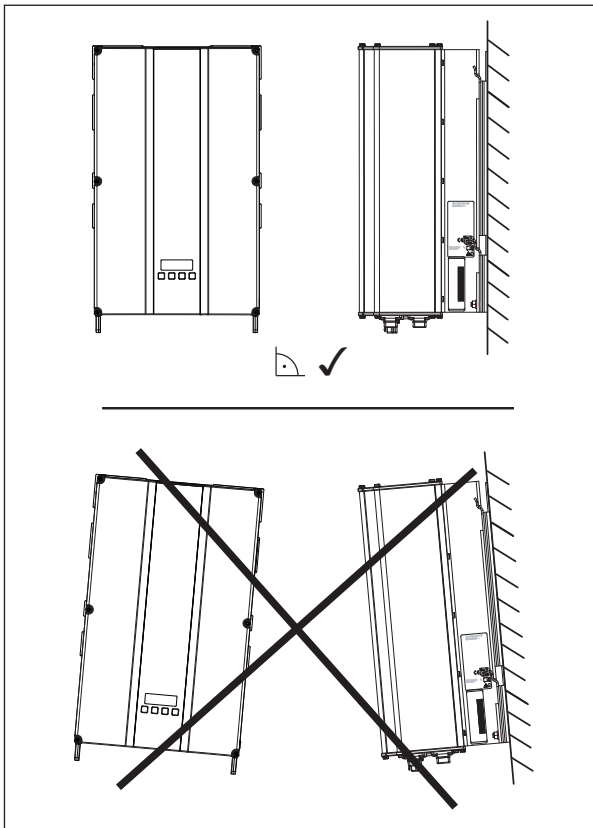

Abb. 7.1.: Ausrichtung bei der Montage
- ▶ Montieren Sie den Solar-Wechselrichter vertikal, siehe Abb. 7.1.